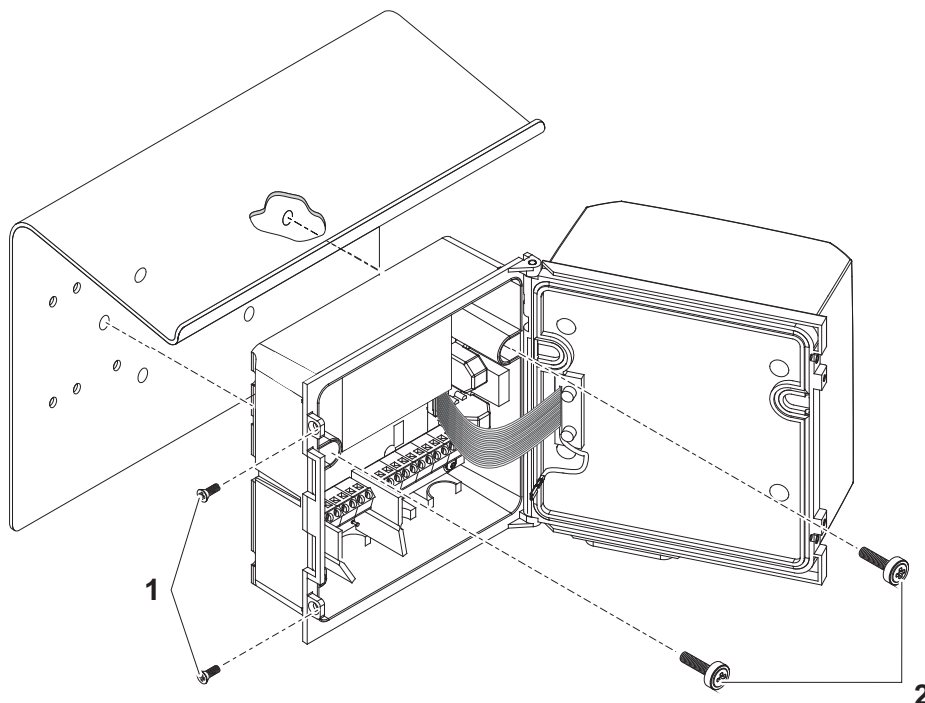

fig. 3-8 Montage du DIQ/S 28X avec le toit de protection SD/K 170
- 1 Retirer les deux vis à tête fraisée (pos. 1 fig. 3-8) et ouvrir le couvercle du module.
- 2 Poser le transmetteur universel sur le toit de protection et le visser avec les deux vis (pos. 2 fig. 3-8).
- 3 Fermer le couvercle et le fixer avec les deux vis à tête fraisée (pos. 1 fig. 3-8).